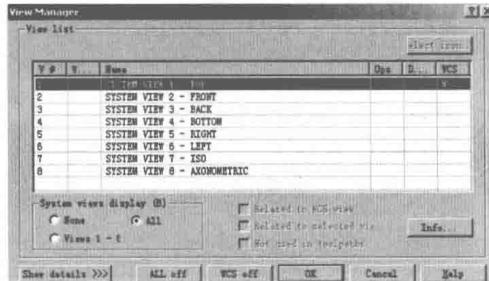

图 1-5
(3) 增加了视图管理器，按辅助菜单的 WCS，显示 View Manager (视图管理器)，如图 1-5 所示，用它来创建和编辑视图名。